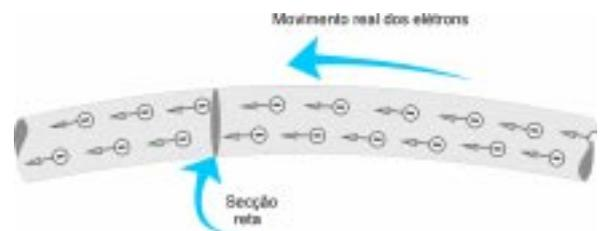

FIGURA 14
**Intensidade de corrente elétrica:** Podemos reparar que quanto mais carga passar de um corpo para o outro, maior o fluxo de cargas entre eles e, intuitivamente, maior a corrente elétrica entre estes corpos. Tomando como base a figura 14, podemos definir a intensidade de corrente elétrica,  $i$ , da seguinte maneira: